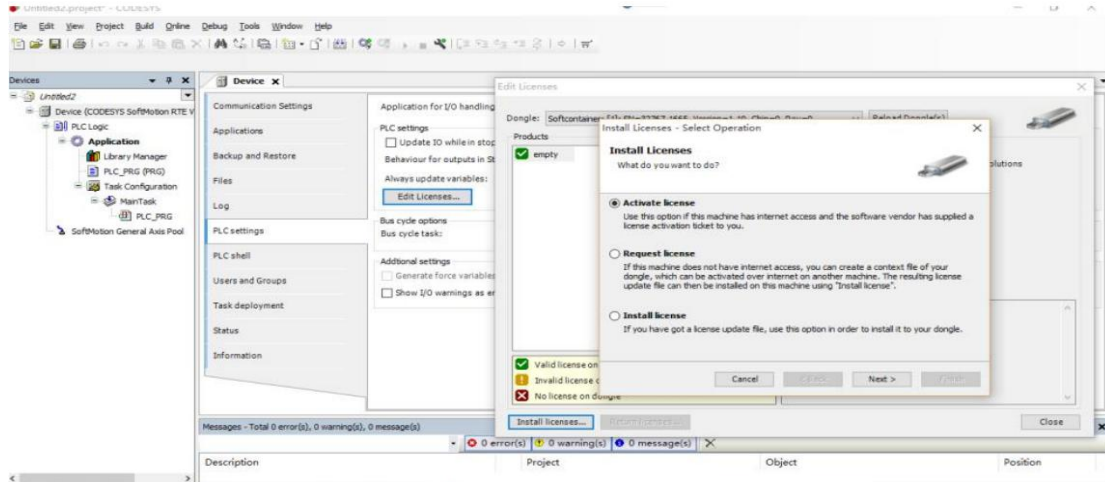

图 2-5-10 RTE 软注册打开注册界面
4、点击 PLCsettings, 选择 Edit Licenses..., 进入后点击 Install Licenses..., 如图 2-5-10 所示: